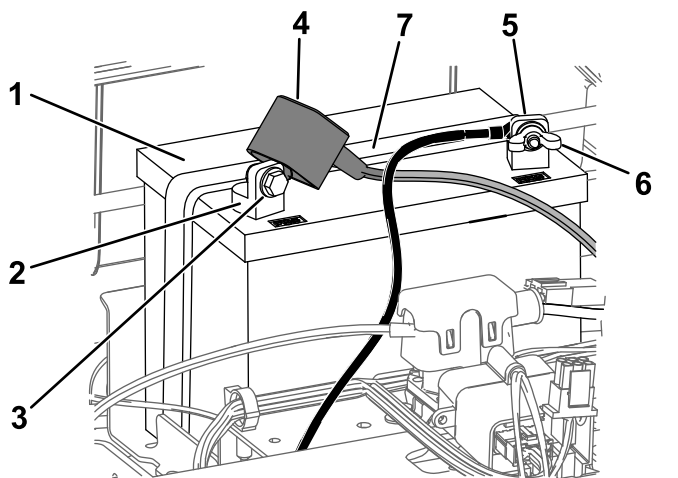

Figura 49
4. Deconectați cablul negativ (negru) de legare la masă de la suportul bateriei (Figura 49).
6. Deconectai cablul pozitiv (rou) de la borna bateriei (Figura 49).
7. Scoatei elementul de fixare a bateriei (Figura 49) și ridicai bateria din compartimentul său.
1. Amplasați bateria în compartimentul său (Figura 49).
5. Fixați bateria cu elementul de fixare (Figura 49).